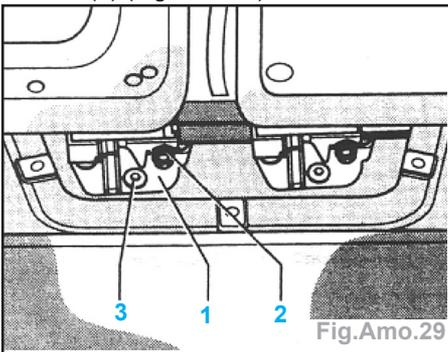

Fig.Amo.29
**Nota :** La gâche (1) est alignée par le tenon (2) (Fig.Amo.29).